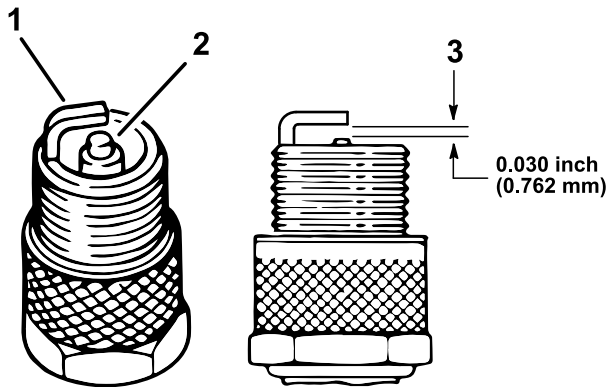

Figura 38
4. Verifique o estado dos eletrodos lateral e central, bem como do isolante do eletrodo central, certificando-se de que não se encontram danificados (Figura 38).
5. Ajuste a folga existente entre a zona central e lateral do eletrodo para 0,76 mm, como se mostra na Figura 38.